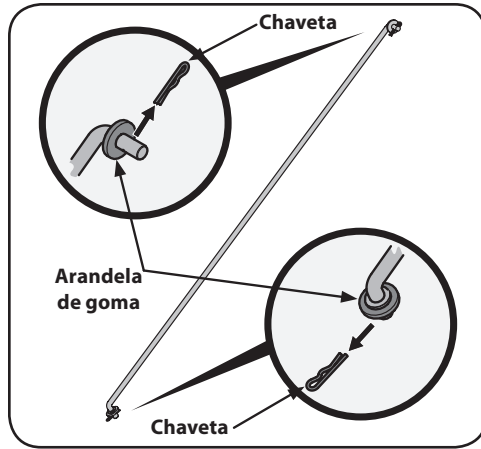

Figura 2-9
3. Quite las chavetas de la barra de control, deje las arandelas de goma en la barra de control. Vea Figura 2-9.